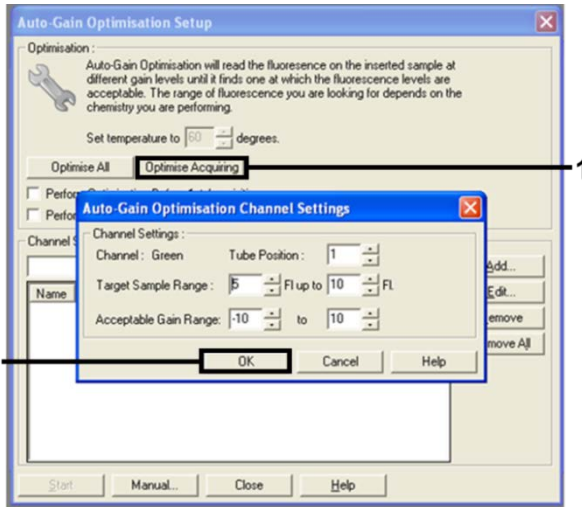

Abbildung 11. Automatische Verstärkungsoptimierung für den Kanal „Green“
13. Klicken Sie auf Optimise Acquiring (Erfassung optimieren). Es werden für jeden Kanal die Kanaleinstellungen angezeigt. Klicken Sie auf OK, um diese Standardwerte für beide Kanäle zu akzeptieren. (Abbildung 11).